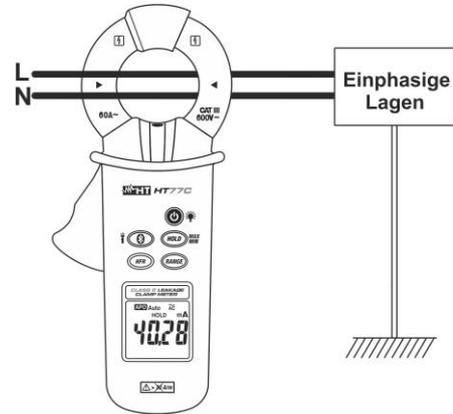
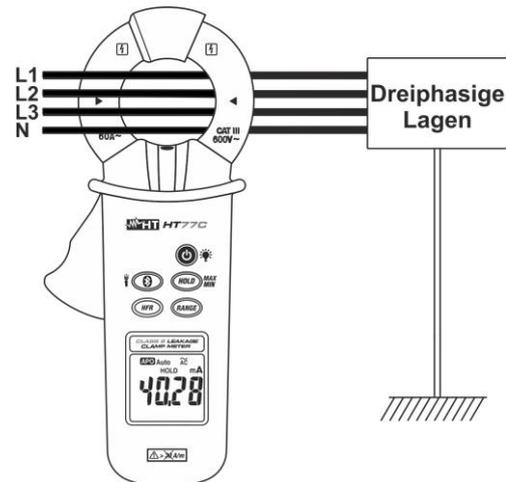

Abb. 5: Messung Leckstrom mit der indirekten Methode auf Einphasige Lagen
Abb. 7: Messung Leckstrom mit der indirekten Methode auf Dreiphasige Lagen
2. Öffnen Sie die Zangenbacken und schließen Sie die Zange an, wie in Abb. 5 und Abb. 7 gezeigt. Der Wert des Leckstroms wird im Display angezeigt